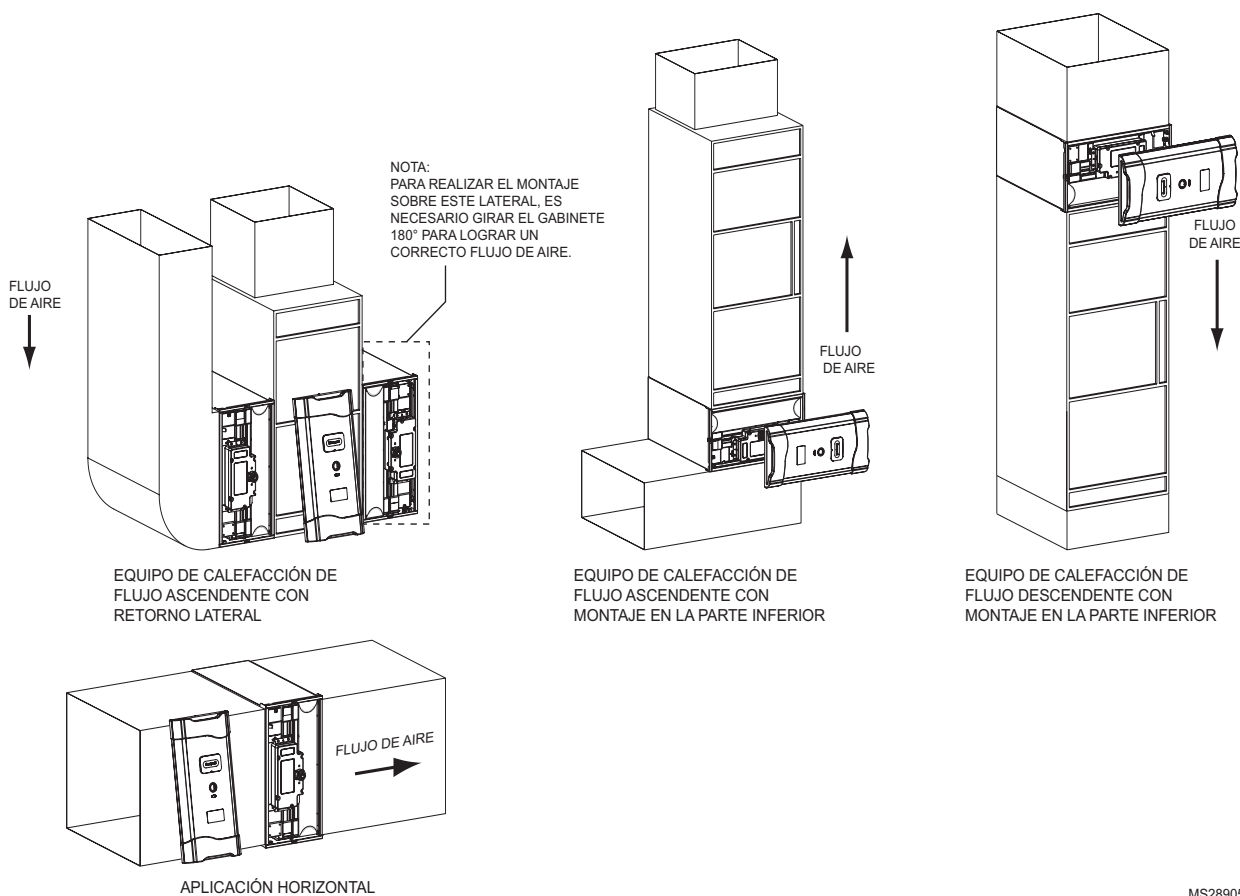
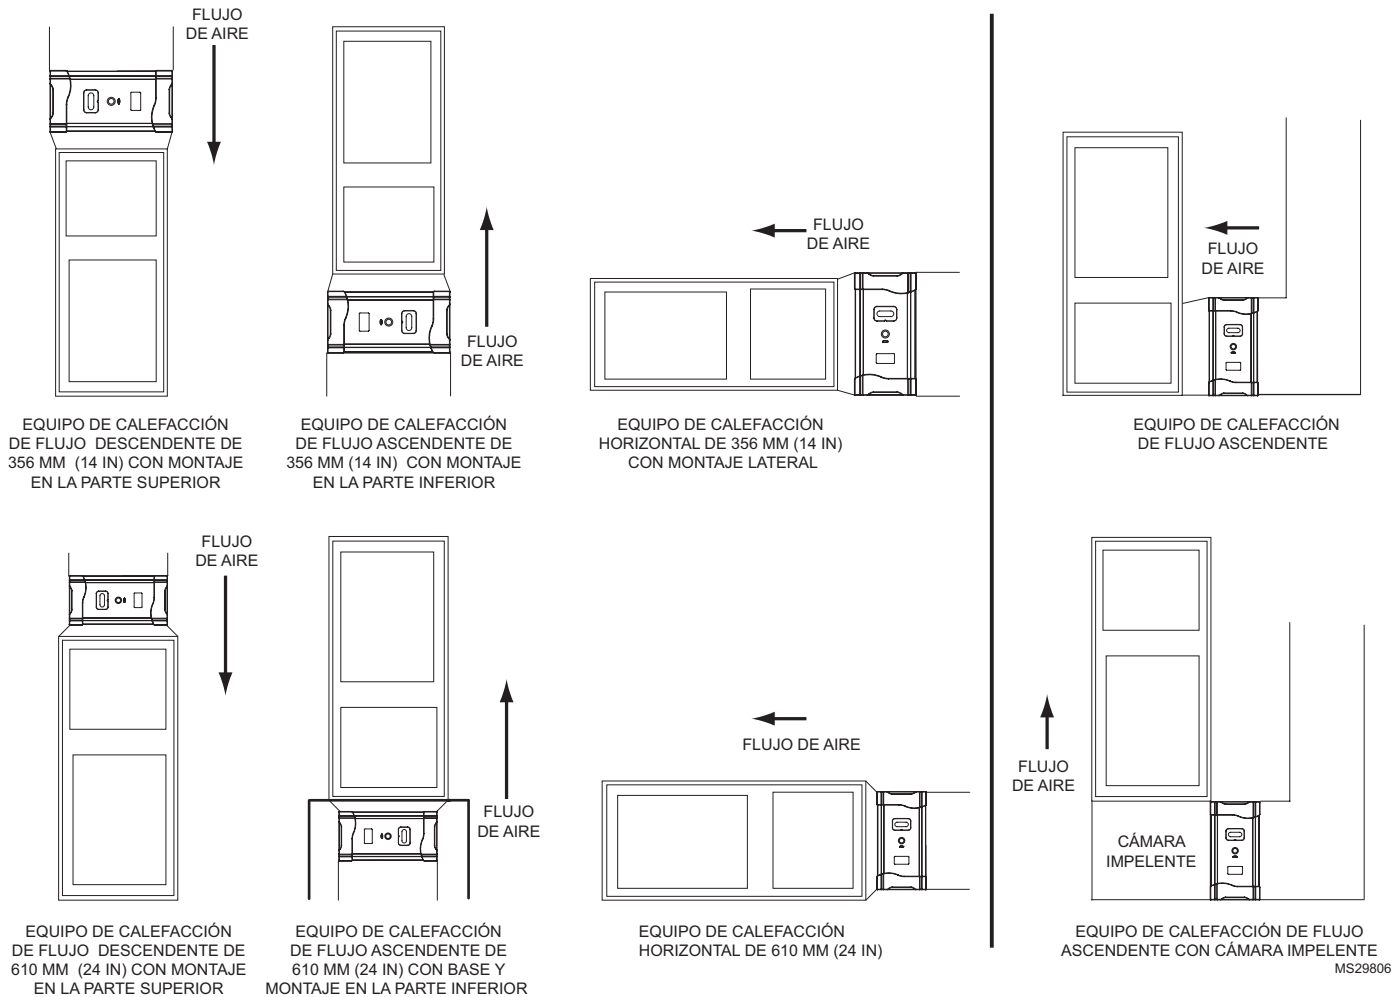
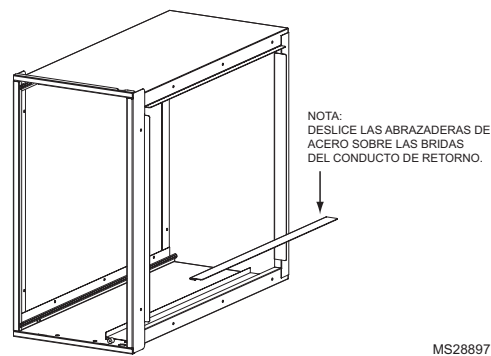

Fig. 7. Orientación del gabinete para los modelos 1625/2025.
Fig. 8. Orientación del gabinete para los modelos 1625/2025 con transición.
Fig. 10. Uso de los adaptadores para el conducto de retorno.
- Identifique una orientación de montaje para el limpiador de aire mejorado Honeywell en el conducto de aire de retorno. Consulte las Fig. 7 y 8 en las páginas 10 y 11.
- Coloque el gabinete entre el equipo de calefacción y el conducto de aire de retorno (ver Fig. 7 en la página 10, Fig. 8 en la página 11, Figura 9 y Fig. 10 en la página 13). Es posible que necesite un conducto de transición.
- f. Se incluyen adaptadores para el conducto de aire de retorno, para mayor conveniencia del instalador. Deberán utilizarse para conectar el lateral superior del gabinete del limpiador de aire mejorado Honeywell al conducto de aire de retorno (ver Fig. 10).